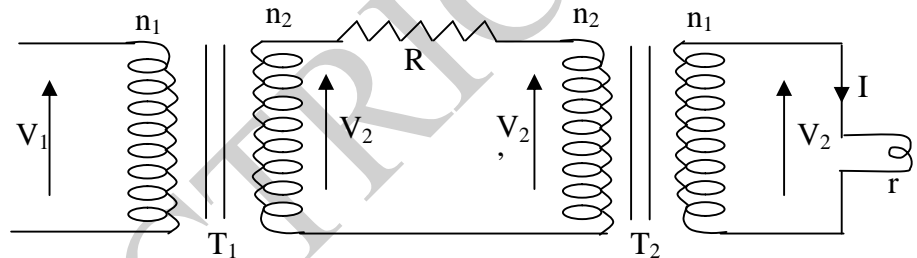

Figure 2
**2ème cas (figure2)** : Pour diminuer la puissance perdue par effet joule dans la ligne (ici  $R$ ), on isole  $R$  au moyen de 2 transformateurs. Le transformateur  $T_1$  élève la tension de  $V_1$  à  $V_2$ . Le transformateur  $T_2$  abaisse la tension de  $V_2'$  à  $V_1$  ( $i$  étant très faible,  $V_2'$  est très voisin de  $V_2$  et on retrouve au secondaire de  $T_2$  une tension sensiblement égale à  $V_1$ ). On utilise donc  $T_2$  équivalent à  $T_1$  inversé. La puissance  $P'$  consommée dans la ligne s'écrit :